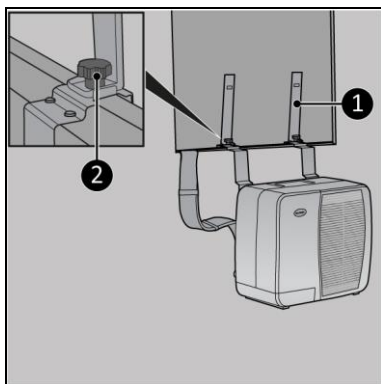

Figure 8
1. Fixez les supports (figure 8, pos. 1) aux supports de l'unité extérieure en serrant le capuchon de vis de chaque support (figure 8, pos. 2).